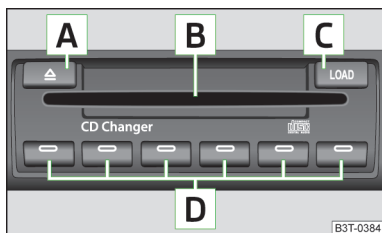

Fig. 118
> Apăsați scurt pe tasta **C** » fig. 118 și introduceți CD-ul (Compact Disc) în fanta pentru CD **B**. CD-ul va fi depozitat automat pe prima poziție liberă din magazia de CD-uri. Lampa de control din tasta respectivă **D** va înceta să clipească.
> Mențineți tasta **C** » fig. 118 apăsată mai mult de 2 secunde și introduceți toate CD-urile pe rând (maxim 6 CD-uri) în fanta pentru CD-uri **B**. Lămpile de control din tastele **D** nu mai clipească.
> Apăsați tasta **C** » fig. 118. Lămpile de control din tastele **D** se aprind pentru pozițiile care au fost încărcate cu CD-uri și clipească pentru pozițiile libere.
> Apăsați scurt tasta **A** » fig. 118 pentru ejectarea unui CD. Pentru locurile ocupate, se aprind acum lămpile de control din tastele **D**.
> Mențineți apăsată tasta **A** » fig. 118 timp de mai mult de 2 secunde. CD-urile vor fi aruncate în afară pe rând.
- Introduceți întotdeauna CD-ul în fanta pentru CD-uri **B** » fig. 118 cu partea imprimată în sus.